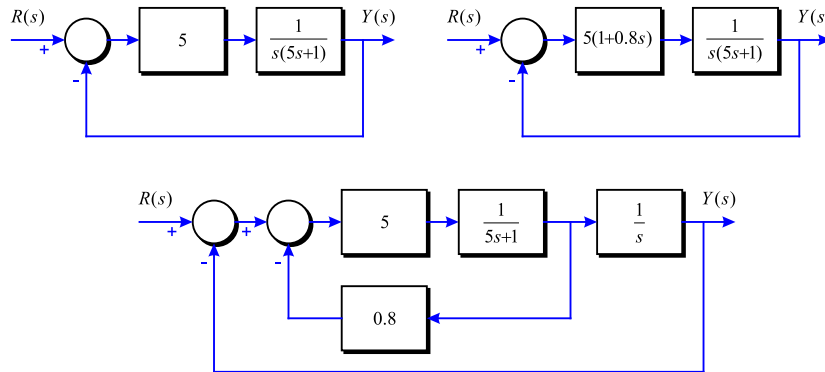

Figura 3-23
**Problema 79** Es disposa de 3 sistemes de control de posició com els donats a la Figura 3-23.